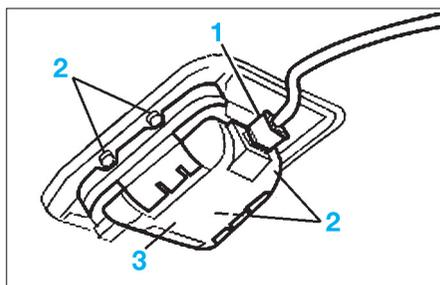

FIG. 94
- Débrancher le connecteur (1) du capteur de pluie (Fig.94).